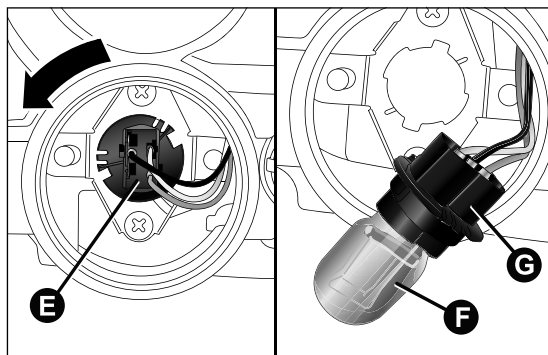

fig. 167
- ☐ girar hacia la izquierda el portalámparas E fig. 167, extraer la lámpara F del conector G y sustituirla;